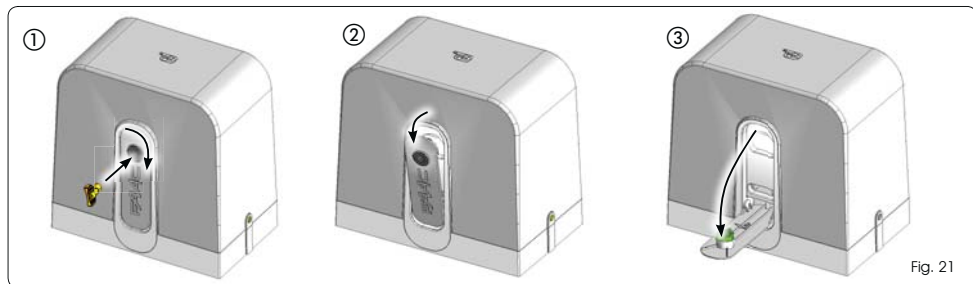

Fig. 21
1. Tourner le déverrouillage dans le sens horaire d'après la Fig. 21 réf. ①. Le levier de déverrouillage sera légèrement écarté du corps de l'opérateur (Fig. 21 réf. ②).
2. Baisser totalement le levier de déverrouillage jusqu'à l'arrêt mécanique, Fig. 21 réf. ③.